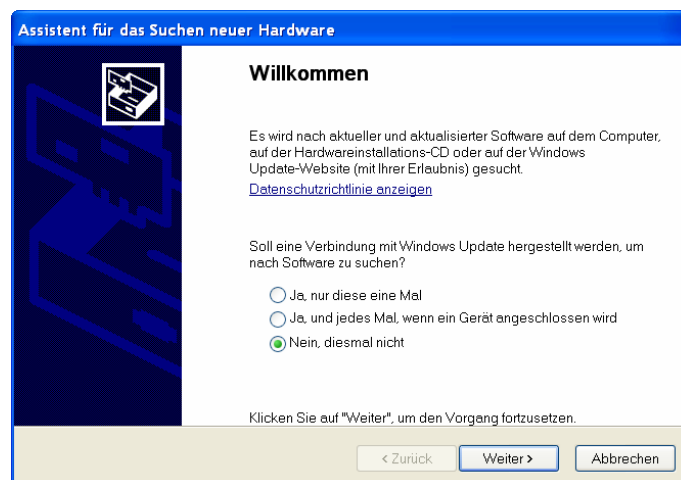

Bild 20: Installationsassistent
- Auswahl „Nein, diesmal nicht“ und Weiter-Schaltfläche betätigen (vergleiche Bild 20)